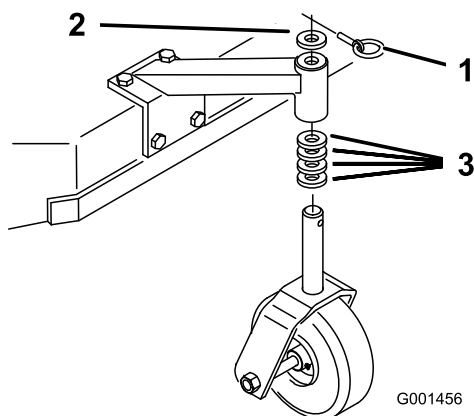

Рисунок 17
- Отрегулируйте количество проставок поворотных колес, чтобы их высота соответствовала выбранным отверстиям для оси (Рисунок 17); см. раздел Таблица высоты скашивания \(страница 22\).
- Снимите стопорный штифт, сдвиньте поворотное колесо с опоры и измените количество проставок (Рисунок 17).
- Установите поворотное колесо в опору и вставьте стопорный штифт (Рисунок 17).